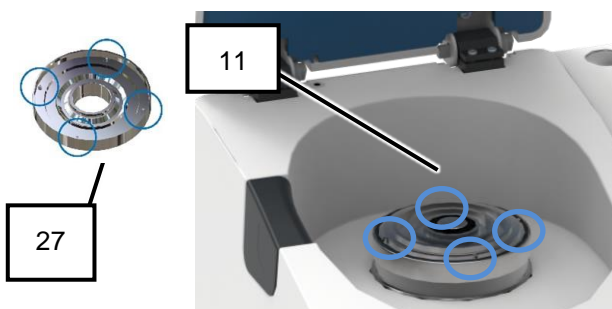

図 20: 本体内部のローターシャフト
4. ベースプレート (27) をローターシャフト (11) に装着します (図 20)。
5. すべり止め機構が正しく噛み合っていることを確認してください (図 20)。
6. カセット (26) (蓋なし) をベースプレート (27) の上に置きます。